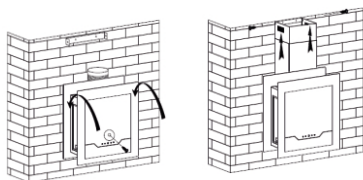

Fig. 1
3.6.1 - A coifa deve ser instalada a uma distância de 650 a 7500 mm da superfície de cocção conforme mostrado na (**Fig. 1**).
Medidas em milímetro Fig. 1